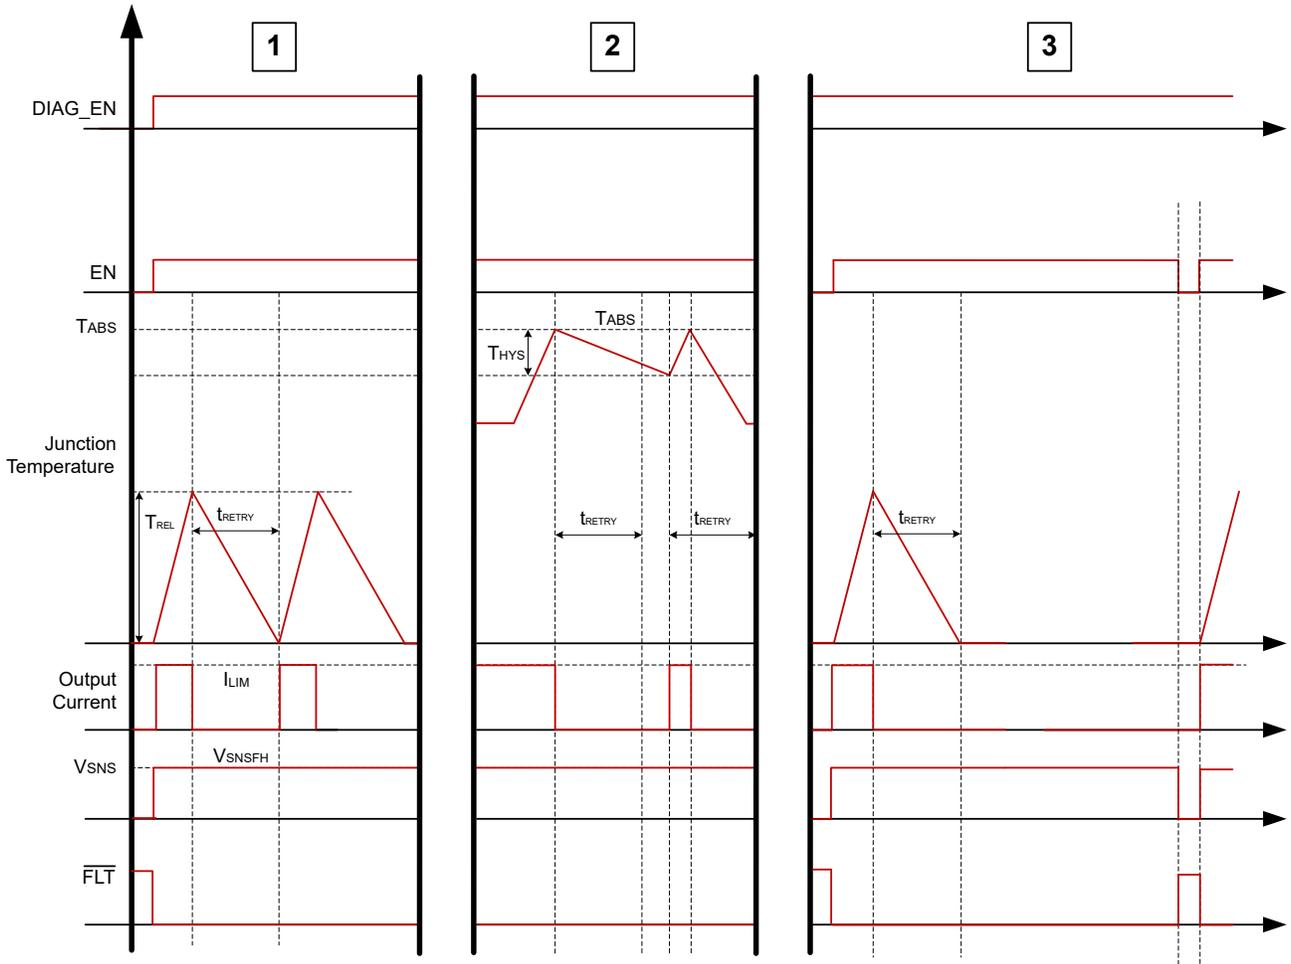

図 7-14. 熱挙動
過熱保護動作は、起こり得るイベントを 3 つのカテゴリに分割することができます。図 7-14 に、これらの各カテゴリを示します。
1. **相対サーマル シャットダウン:** デバイスは、過電流イベントでも有効です。出力電流は I_{ILIM} レベルまで上昇し、 \overline{FLT} は low になります。このように大量の電流が流れるため、FET の接合部温度はコントローラの温度に対して急速に上昇します。パワー FET 温度がコントローラの接合部温度 $\Delta T = T_{FET} - T_{CON} > T_{REL}$ を上回ると T_{REL} に上昇すると、デバイスはシャットダウンします。自動再試行バージョンでは、 t_{RETRY} 後にデバイス自体が再起動を試みます。ラッチバージョンでは、チャンネルを再度有効にするため、EN を切り替える必要があります。 \overline{FLT} ピンは、故障状態が解消されるまでアサートされたままになります。図 7-14 の最初のプロットは、自動再試行バージョンの相対サーマルシャットダウン動作を示しています。
2. **絶対サーマル・シャットダウン:** 過電流イベントでもデバイスは有効なままです。ただし、この場合、接合部温度は上昇し、絶対基準温度 T_{ABS} に達すると、シャットダウンされます。自動再試行バージョンでは、 $T_J < T_{ABS} - T_{hys}$ と t_{RETRY} タイマが共に終了するまで、デバイスは回復しません。ラッチバージョンの場合、チャンネルを再度有効にするには、EN を切り替える必要があります。図 7-14 の 2 番目のプロットは、自動再試行バージョンの絶対サーマル シャットダウン動作を示しています。
3. **ラッチ動作:** デバイスは、過電流イベントでも有効です。DIAG_EN ピンが high であれば、SNS および FLT で診断を監視できます。ラッチ付きバージョンのデバイスでは、サーマルフォルト、相対サーマルシャットダウンまたは絶対サーマルシャットダウンのいずれかによってデバイスがシャットダウンした場合、EN ピンが切り替わるまで、デバイスはチャンネルを有効化しません。図 7-14 の 3 番目のプロットは、LATCH ピンが HIGH のとき、LATCH ピンのバリエーションの相対的なサーマルシャットダウン動作を示しています。